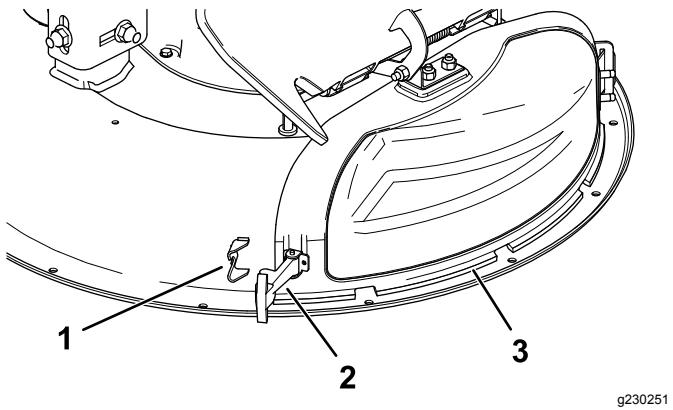

Figure 11
3. Dégagez le loquet à poignet flexible de la gâche sur le couvercle d'éjection et faites pivoter ce dernier sur la droite (Figure 11).
- Fixez le couvercle d'éjection au plateau de coupe en accrochant le loquet à poignée flexible du couvercle d'éjection à la gâche sur le plateau de coupe (Figure 11).